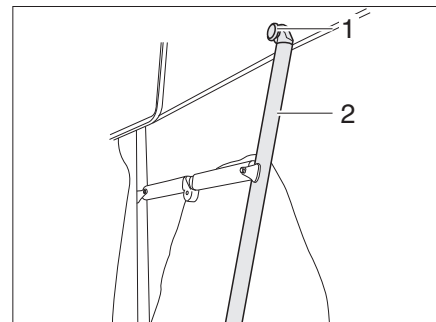

Fig. 38 Intelaiatura del cuscino dello schienale
- Svitare la vite a testa cilindrica zigrinata (Fig. 38,1) dell'intelaiatura del cuscino dello schienale e comprimere l'intelaiatura del cuscino dello schienale (Fig. 38,2). Se necessario, spostare il sedile del conducente completamente in avanti.